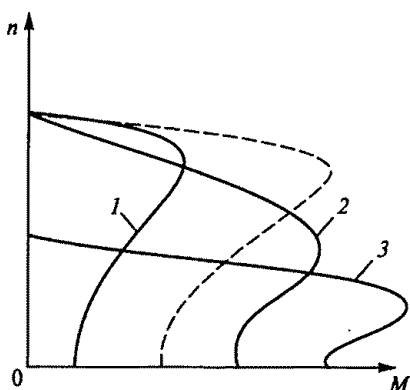

Рис. 221
9.38. Естественная механическая характеристика асинхронного двигателя показана на рис. 221 штриховой линией. Указать, какой вид (1...3) будет иметь искусственная механическая характеристика, если в цепь ротора ввести добавочное сопротивление.